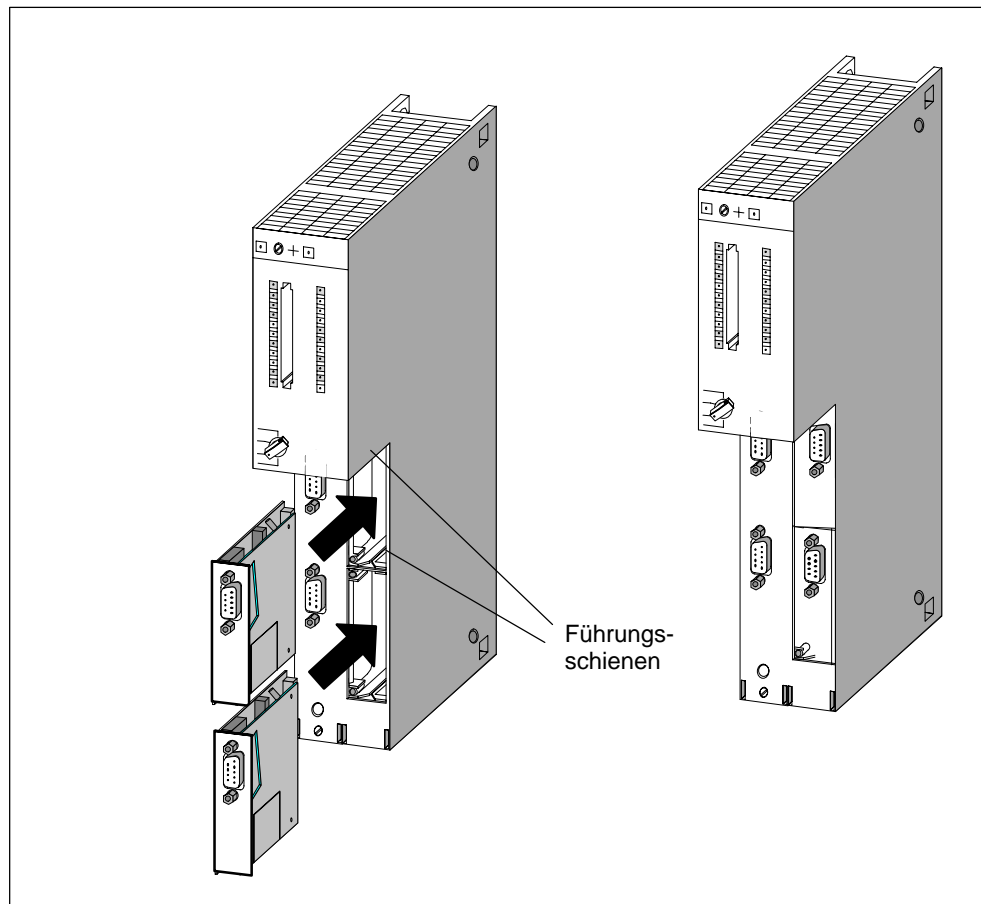

Bild 6-3 Schnittstellenmodule in CPU stecken
4. Führen Sie das Leiterplattenende des Schnittstellenmoduls, wie in Bild 6-3 dar-